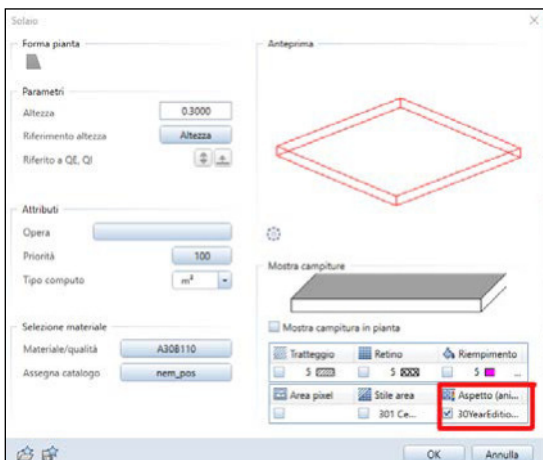

Fig. 33a
- Flaggando «aspetto (animazione)» si può decidere la texture desiderata per il proprio solaio (Fig. 33a).